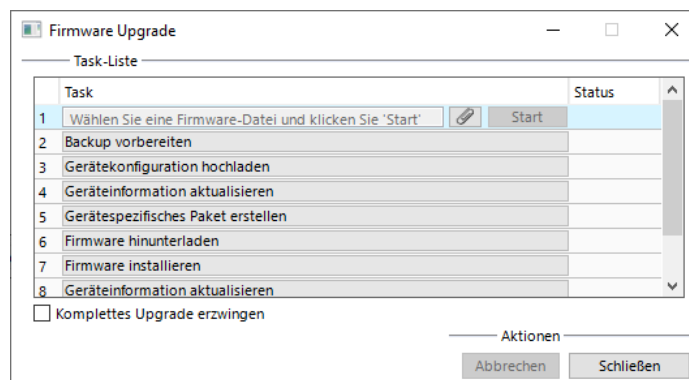

Abbildung 113: Firmware-Update-Dialog des Configurators
4. Falls das Gerät andere Port-Einstellungen verwendet oder hinter einem NAT-Router betrieben wird, passen Sie den HTTP(S) Port an.
8. Dies öffnet den Firmware-Upgrade-Dialog wie in Abbildung 113 gezeigt. Klicken Sie auf die Schaltfläche  und selektieren Sie das Firmware-Image.